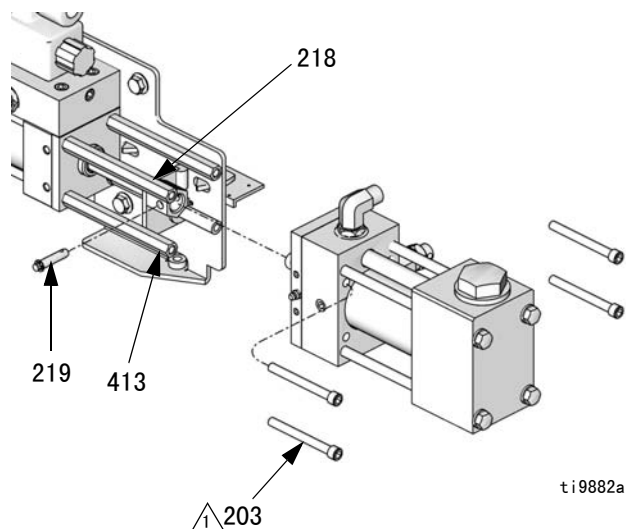

图 2. 配比泵 - B 侧
7. 请参见图 2。断开 B（树脂）侧泵的入口及出口的管路连接。卸下 U 形夹（218）上的销针（219），以便将泵与液压缸（201）的连接断开。卸下将泵固定在缸筒的支撑杆（413）上的四个螺钉（203）。将泵组件放到工作台上。